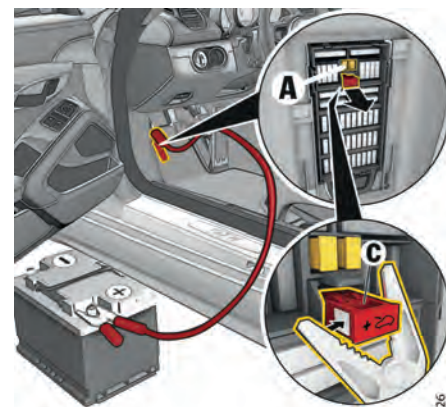

Fig. 23 : Déverrouillage d'urgence du capot du coffre à bagages – Raccordement de la borne plus
- 8. Insérez la borne plus **C** (fig. 23) dans la boîte à fusibles et remettez en place le cache en plastique de la boîte à fusibles.